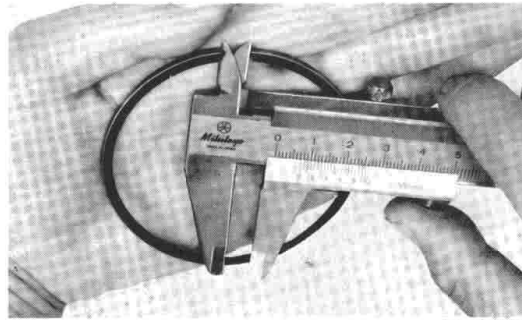

Fig. 3-4-15
2. Measure ring end gap in free position. If beyond tolerance, replace set. (Fig. 3-4-15)
2. Mesurez la fente du segment en position libre. Si elle est au-delà de la tolérance, remplacez l'ensemble. (Fig. 3-4-15)